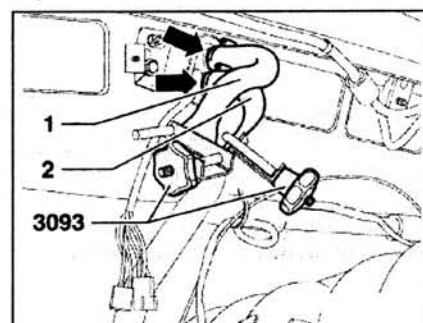

Рис. 8.63. Пережмите нагнетающий 1 и сливной 2 патрубки с помощью тисков 3093. Ослабьте хомуты (стрелки).
2. Пережмите нагнетающий 1 и сливной 2 патрубки с помощью тисков 3093 (рис. 8.63). Ослабьте хомуты (стрелки) и отсоедините патрубки системы охлаждения.